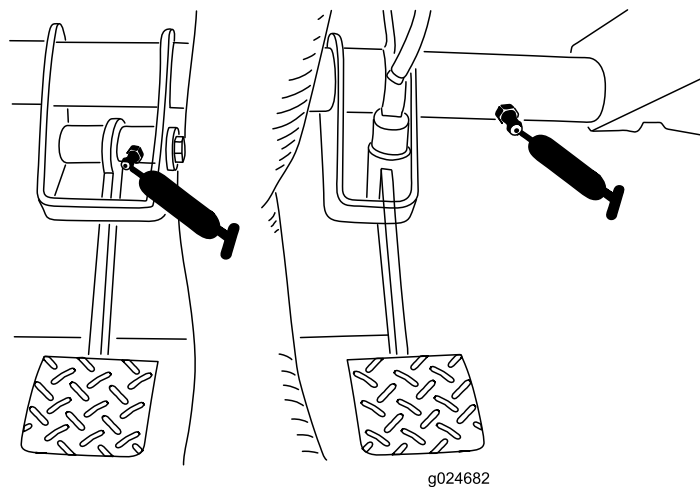

Рисунок 30
- Сцепление (1 шт.); см. Рисунок 30
- Тормоз (1 шт.); см. Рисунок 30